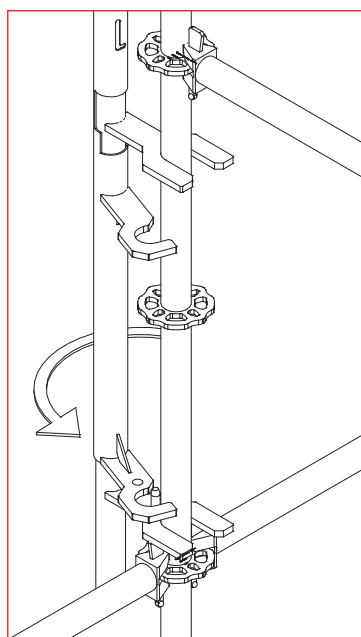

Fig. 3.9
1. En monteringsstolpe består av två rör som kan roteras och förflyttas längs en ledaxel. Detta gör att låskroken kan öppnas och stängas. När stolpen är korrekt monterad åker bulten i den nedre låskroken in i öppningen i stängningsplattan (fig. 3.9).